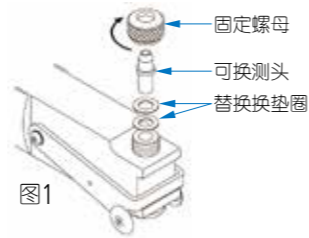

图1
2. 通过可换测头、替换垫圈设置测量范围时，请使用附属配件和专用工具。另外，使用多个替换垫圈时，请选择最少个数。(图1)